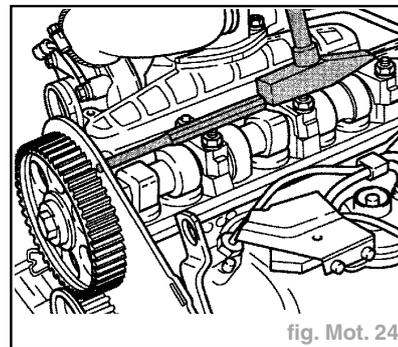

fig. Mot. 24
- Desserrer **d'1/2 tour** la vis de fixation du pignon d'arbre à cames. (Maintenir le pignon avec le **MP 1-216**). Débloquer le pignon de l'arbre à cames du cône de celui-ci en frappant avec un maillet (introduire un mandrin dans le trou du carter arrière de courroie crantée) (fig. Mot. 24).